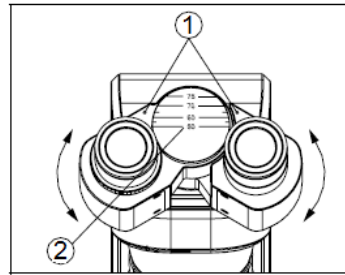

Fig. 2 Ajuste de la separación entre los ojos
El punto (1) muestra en la escala (2) la separación de los ojos del observador (ver Fig. 2).